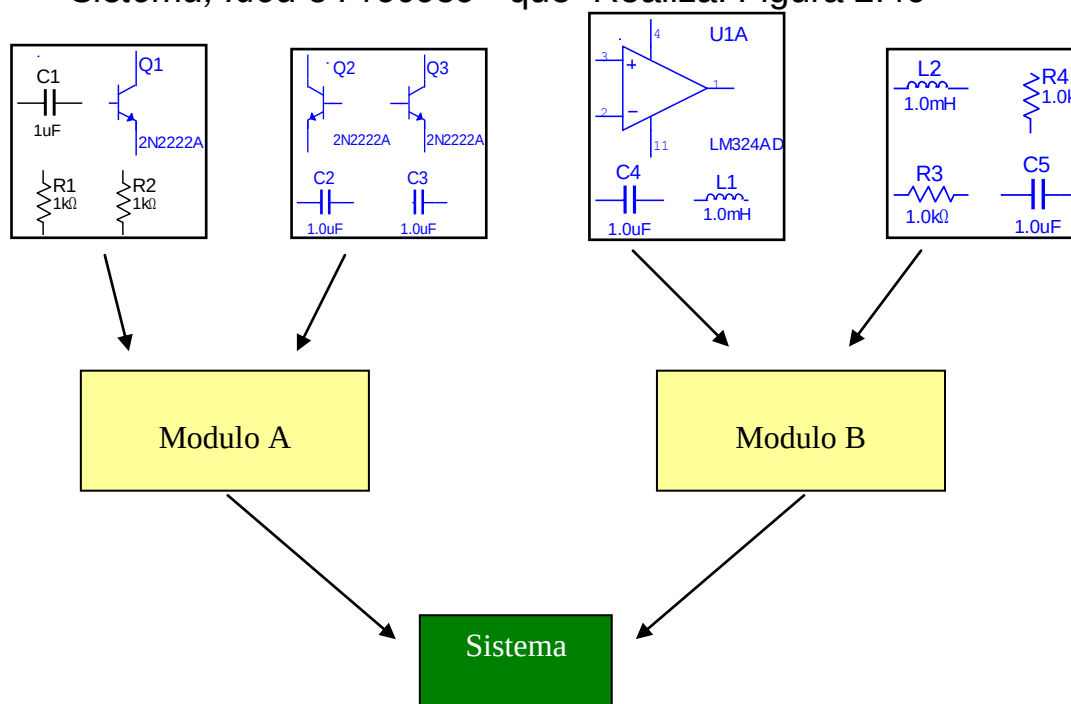

Figura 2.40 (Flujo de Diseño Bottom –Up)
1. **Diseño BOTTOM-UP:** (Diseño Abajo hacia Arriba) Este diseño como su nombre lo describe parte de la parte de esquemas que describen los circuitos del diseño que representan, los Bloques dentro del sistema y reducirlo hasta describir el “Sistema, Idea ó Proceso” que Realiza. Figura 2.40